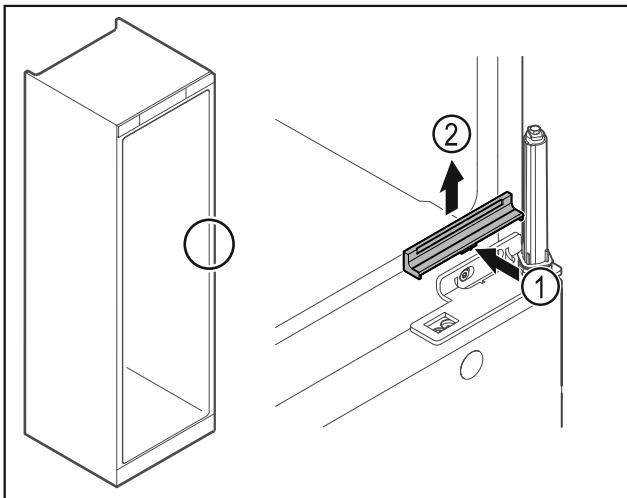

Fig. 31
- ▶ Appuyer légèrement sur le centre du cache Fig. 31 (1) et le retirer par le haut Fig. 31 (2).